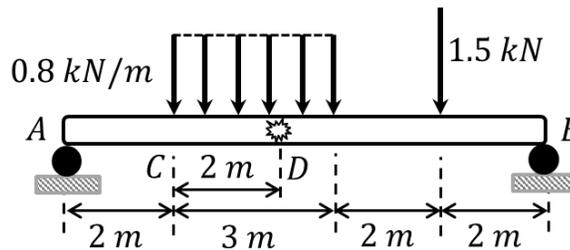

Fig. 8.10.
8.4.- Utilice la viga mostrada en la Fig. 8.10 para determinar la fuerza cortante y el torque flector a una distancia de 4 (m) medidos desde A.